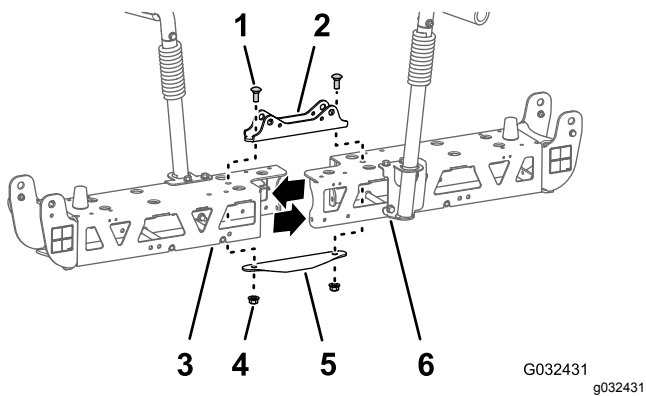

图75
2. 拧下用于固定窄油缸安装座、左右桁架框架以及窄连接板的2个托架螺栓1/2 x 1-1/4英寸和2个锁紧螺母1/2英寸图75。